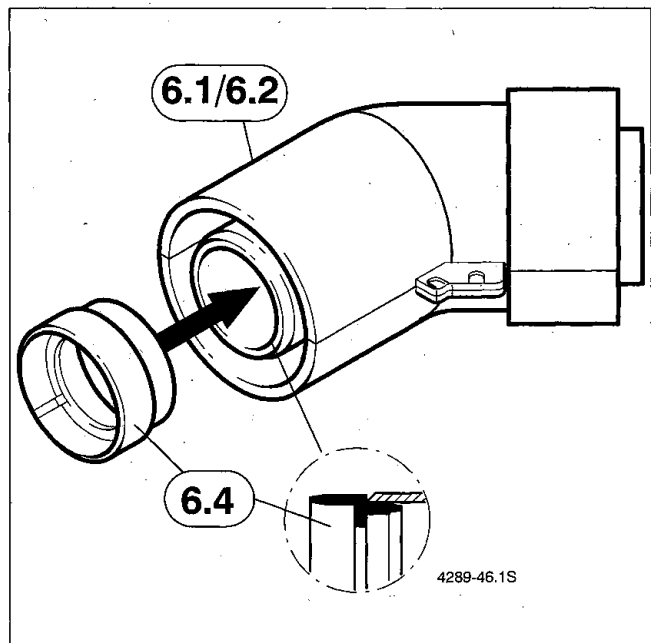

Bild 8
- Montieren Sie die Dichtung (6.4) auf jeden Versatzbogen (6.1, 6.2) entsprechend Bild 8.
4.2 Einbau des Versatzbogens AZ 201 an der Gas-Kesseltherme ZSR 8, 11-3 AE, ZSR 11-4 AE und ZSR 7/11-5 AE mit Doppelrohrverlängerungen (42)